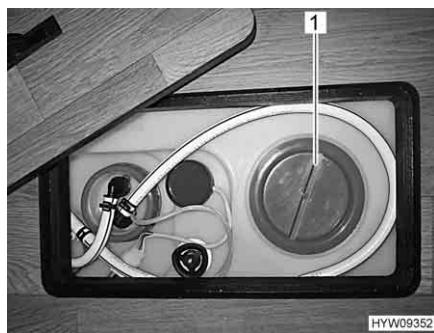

Fig. 118 Apertura per la pulizia (serbatoio dell'acqua)
- Staccare il coperchio (Fig. 118,1) del serbatoio dell'acqua.